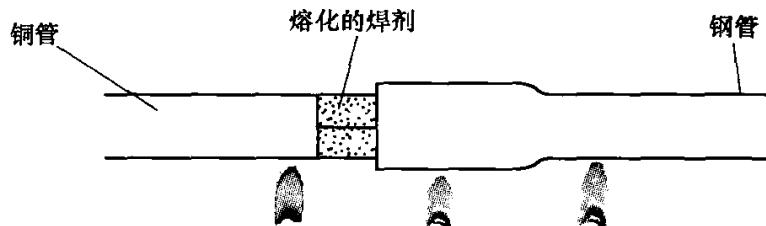

图 1-2 火焰移动部位示意图
- 4) 加热插入管和套管，将火焰连续来回移动（不可用火焰直接加热助焊剂），如图 1-2 所示。加热钢管时，温度要比加热铜管时略高一些。